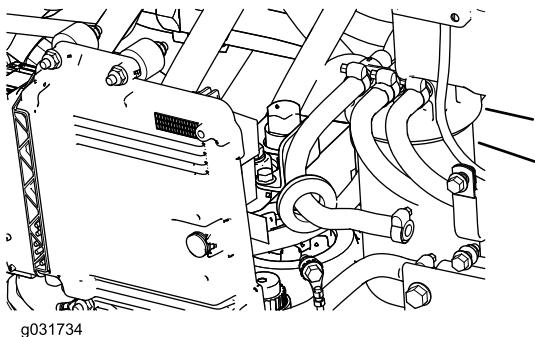

Figure 101
- Nettoyez la surface autour de la tête du filtre à carburant (Figure 101).
2. Déposez le filtre et nettoyez la surface de montage de la tête du filtre (Figure 101).